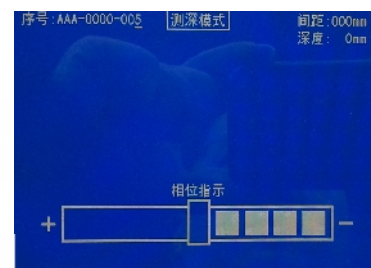

图5
3) 移动探头直至屏幕中“首波相位”指示条变化指示为“负”相位（如图5），表示两个探头移动的距离已超出首波反相临界点位置。这时需将T, R探头略微往回移动，当首波相位指示条重新变化为指示“正”相位时，可判定该位置为临界点。（探头在临界点内侧时，首波相位指示为正；探头在临界点外侧时，首波相位指示为负）；